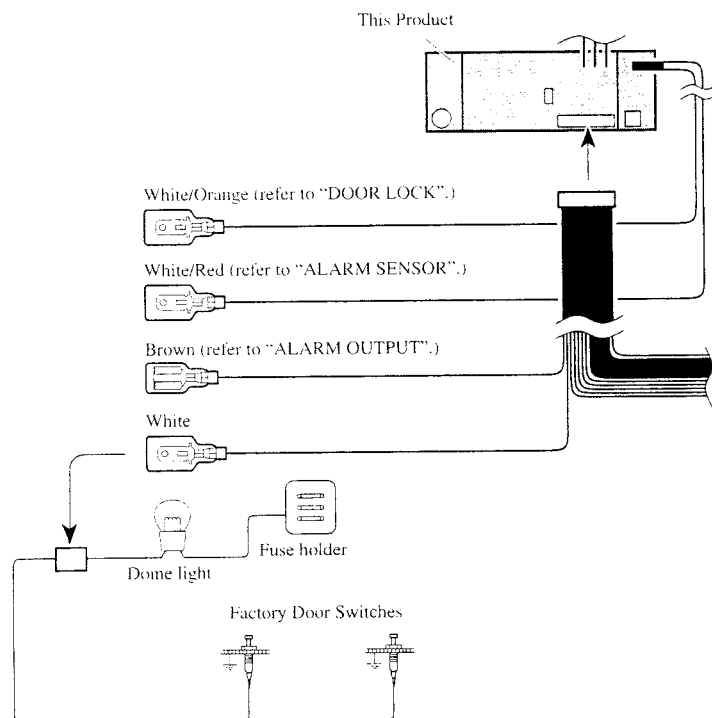

Fig. 3
- White (DOOR SWITCH)** (Fig. 3 & 4)